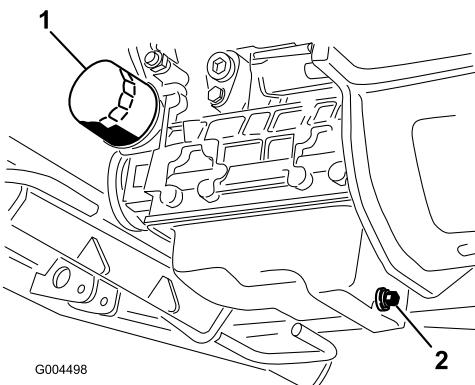

Figure 60
3. Placez un bac de vidange sous le carter en face du bouchon de vidange (Figure 60).
- 6. Retirez et remplacez le filtre à huile (Figure 60).